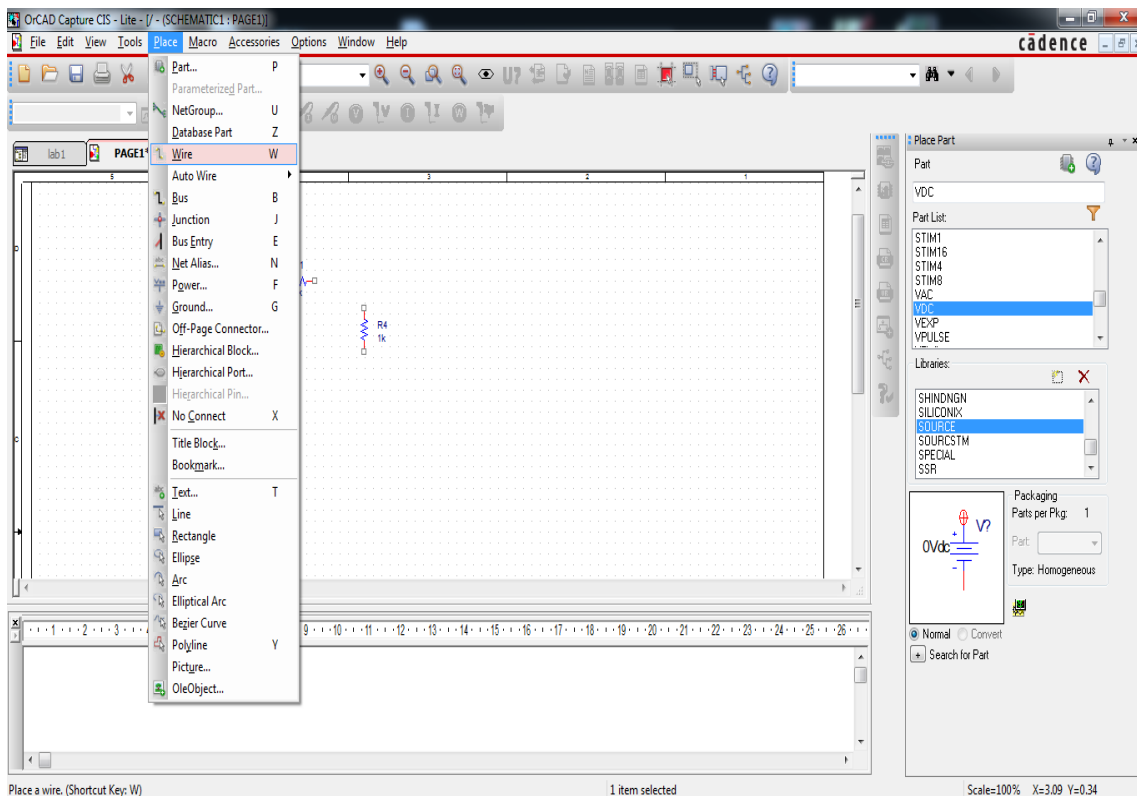

Рисунок 1.9 – З'єднання елементів в *OrCAD Capture*
2. Для того, щоб поєднати декілька елементів потрібно натиснути клавішу *W* і поєднати кінці потрібних елементів, або, відкривши меню *Place*, натиснути на *Wire* (рис. 1.9).